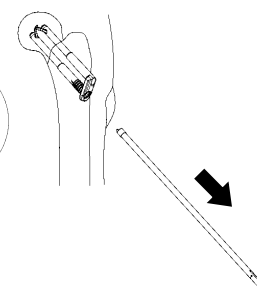

図13-2
その後、インサータII (L) の外筒を取り外します。(図13-2)